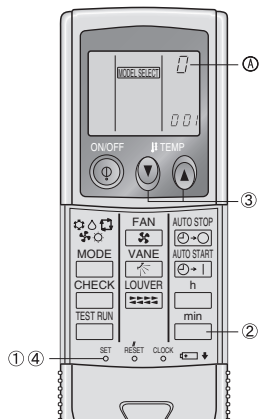

Fig. 6-5
3) Asignación de un controlador remoto inalámbrico por infrarrojos a cada unidad (Fig. 6-5)
4) Operación de ajuste de número de par del controlador remoto inalámbrico por infrarrojos (Fig. 6-5)
① Pulse el botón SET con algún objeto puntiagudo.